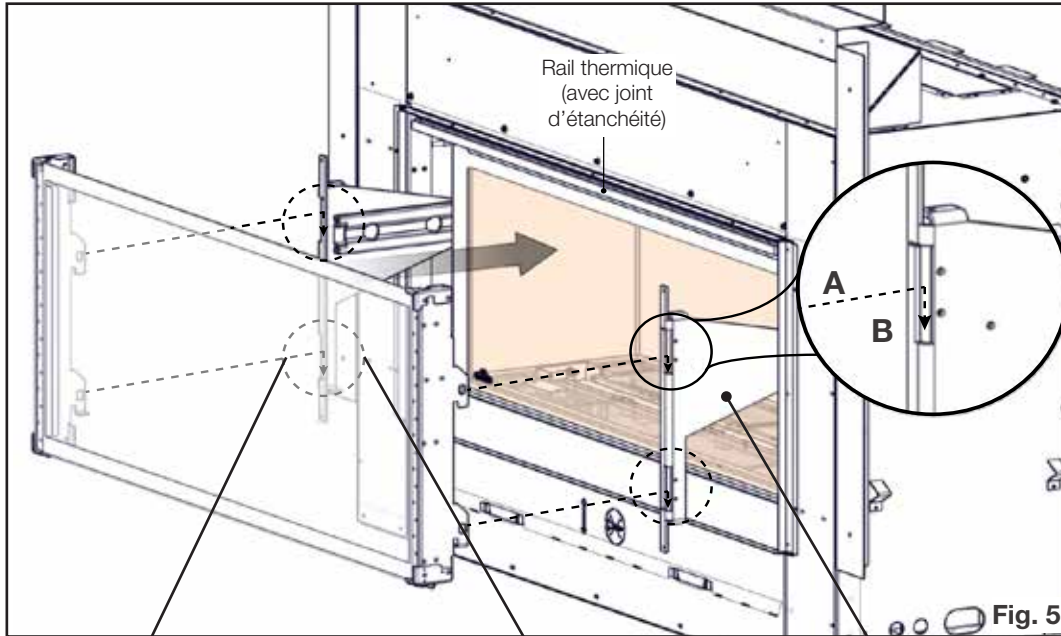

Fig. 5
5. Étirez au maximum les deux supports coulissants du GGA-1 de l'appareil vers l'extérieur (**Fig. 5**).
6. Accrochez soigneusement le GGA-1 sur les supports coulissants en alignant la languette horizontale du GGA-1 avec la fente horizontale au bas des supports coulissants et en ramenant le GGA-1 pour l'engager dans ses supports coulissants (**A**). Assurez-vous que les onglets du haut et du bas du GGA-1 sont bien enclenchés dans les crochets supérieurs des supports coulissants (**B**) (**Fig 5**).